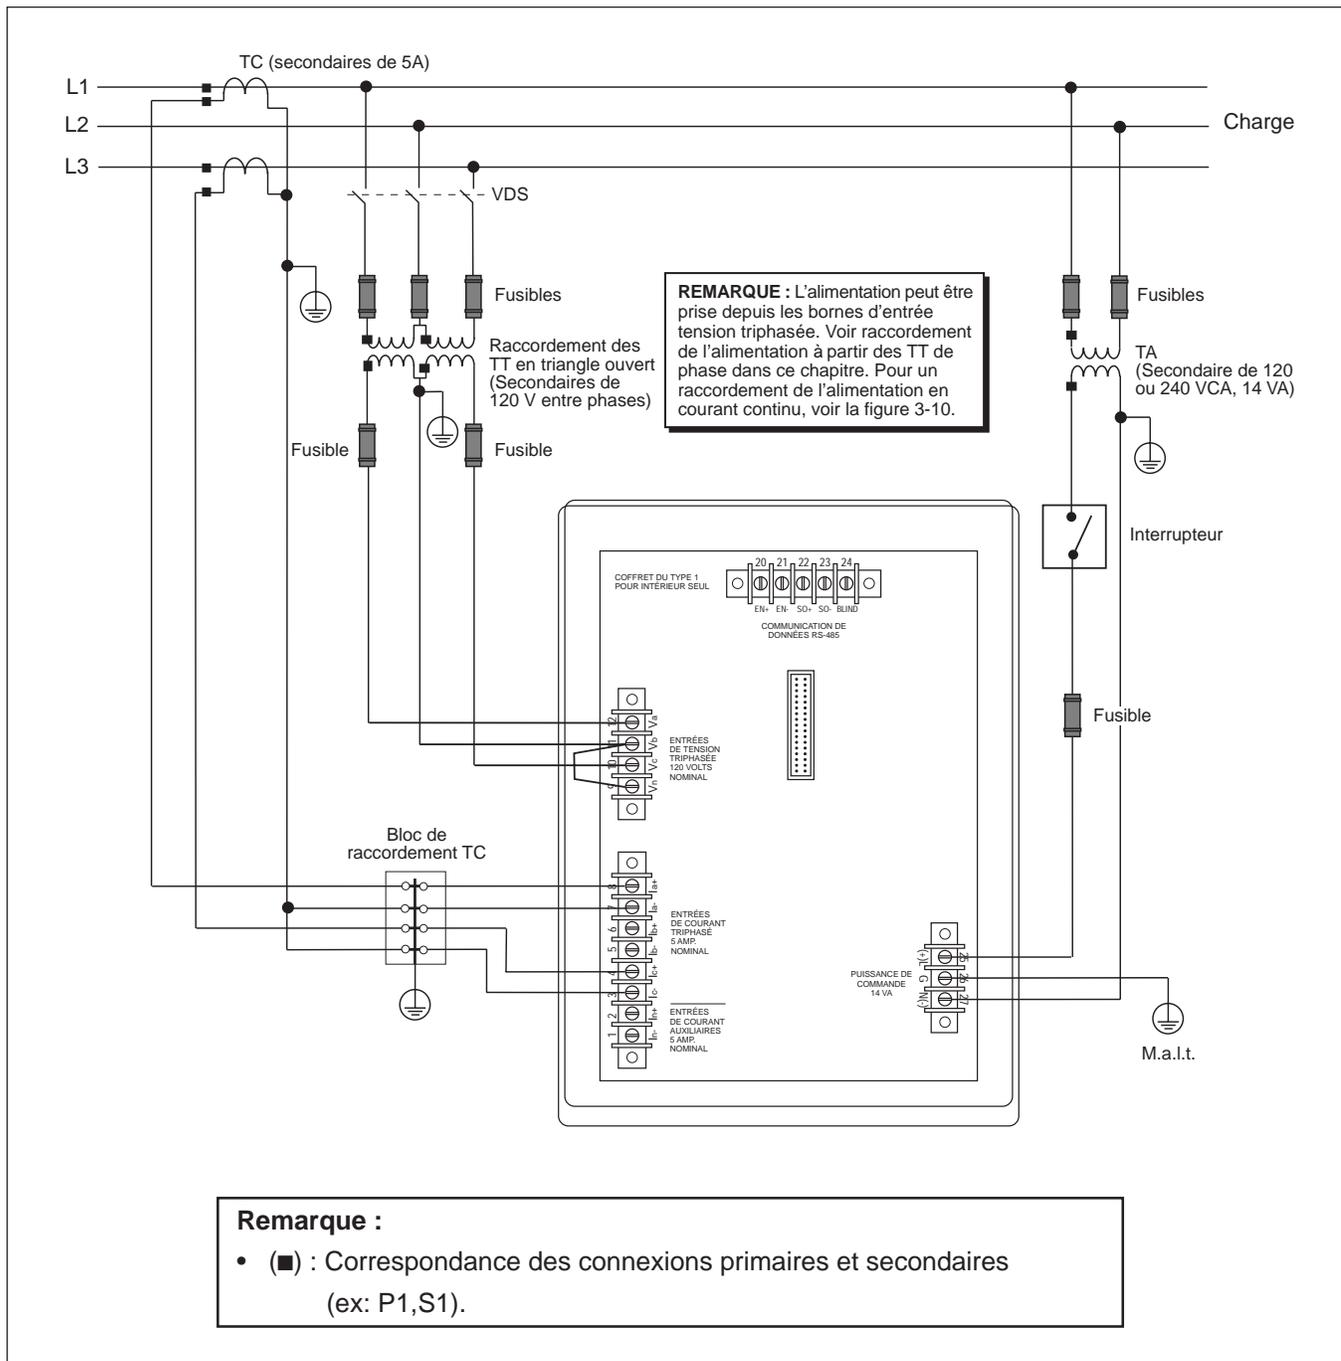
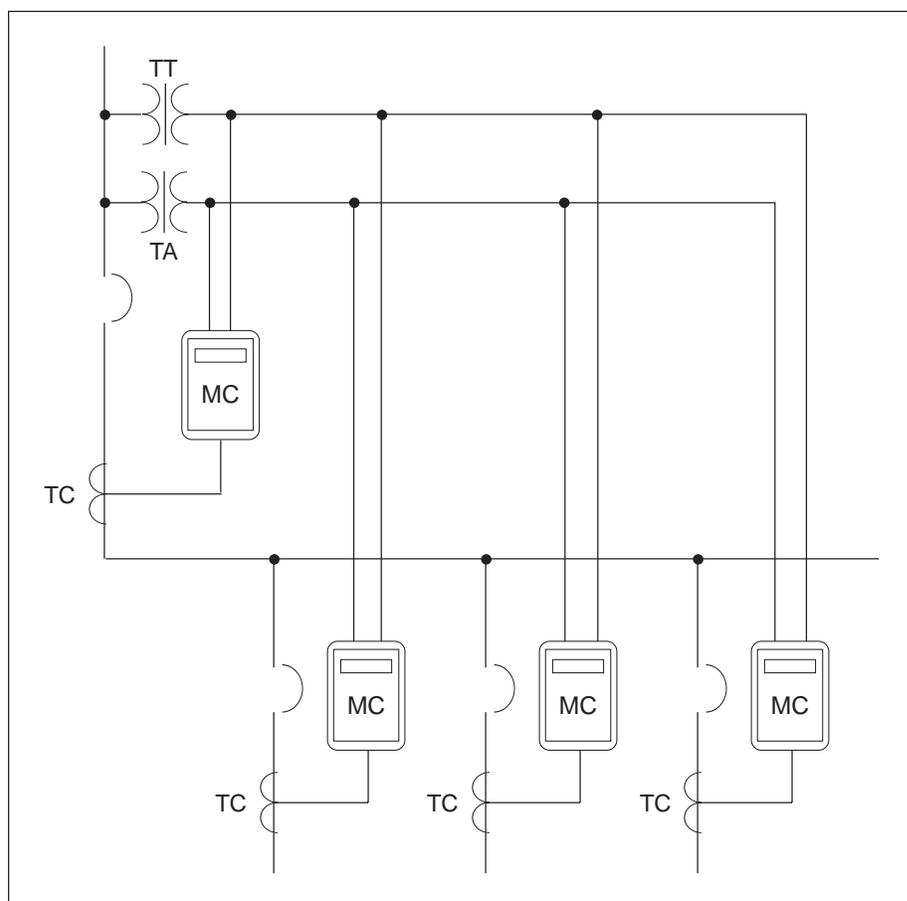

Figure 3-4 : Raccordement triphasé, à 3 fils en triangle
**Figure 3-10 : Raccordements de l'alimentation**
Le Circuit Monitor dispose d'une grande variété de systèmes de raccordements triphasés, incluant les systèmes à 3 fils en triangle et à 4 fils en étoile. Le tableau 3-1 énumère les systèmes de raccordement possibles. Les figures 3-4 à 3-9 montrent le raccordement des TC, TT et de l'alimentation. La figure 3-10 de la page 24 montre l'alimentation.
2. Raccorder les cosses aux bornes du Circuit Monitor tel qu'indiqué sur le schéma de câblage approprié. ( figures 3-4 à 3-10 ) Ne pas trop serrer les vis, mais s'assurer qu'elles sont fermement en place.